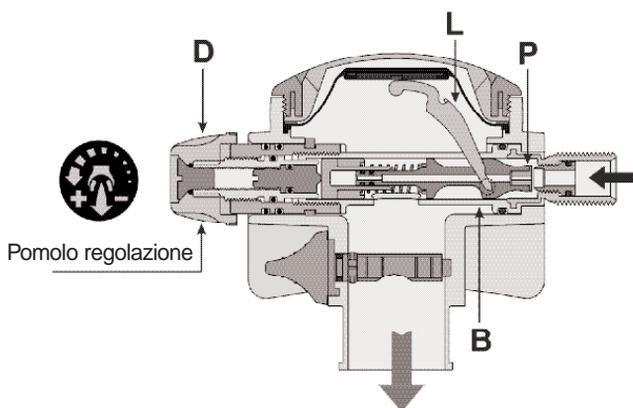

fig. 6
- **Nuova leva** : il nuovo profilo della leva (fig. 6 - L) consente una erogazione più dolce e progressiva.
- **Avvertenza:** in fase di riposo il pomolo va completamente svitato per evitare l'incisione della valvola di tenuta (+) (fig. 6 D).
- **Sistema anti-ghiaccio:** una boccola isolante protegge la valvola di erogazione (metallica) ritardando l'eventuale formazione di ghiaccio (Brevetto USA) (fig. 6 B).
- **Controllo alla resistenza di aspirazione:** sul G250 HP, la resistenza all'inspirazione può essere regolata girando il pomolo esterno (fig. 6 D): l'avvitamento corrisponde ad un aumento della resistenza inspiratoria (senso orario); lo svitamento (senso antiorario) corrisponde ad una diminuzione della stessa resistenza. Queste operazioni possono essere effettuate dentro o fuori dall'acqua: una maggiore resistenza di aspirazione può essere un vantaggio in fase di entrata in acqua, in presenza di forti correnti, in immersioni a testa in giù, o per eliminare l'autoerogazione utilizzando il G250 HP come Octopus.